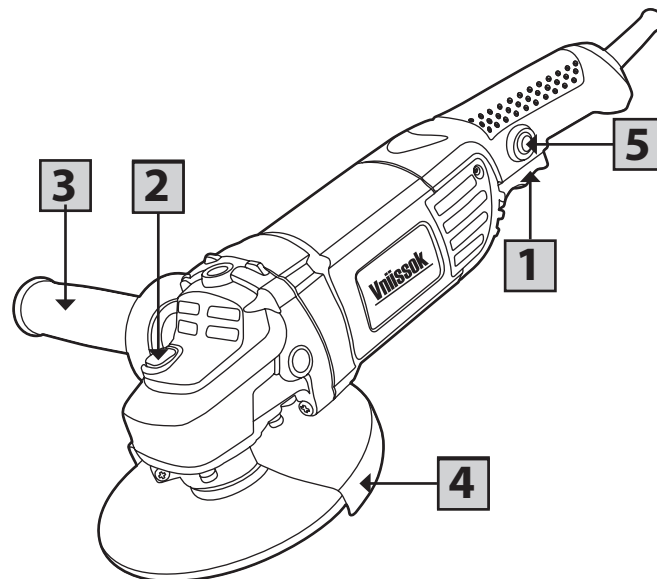
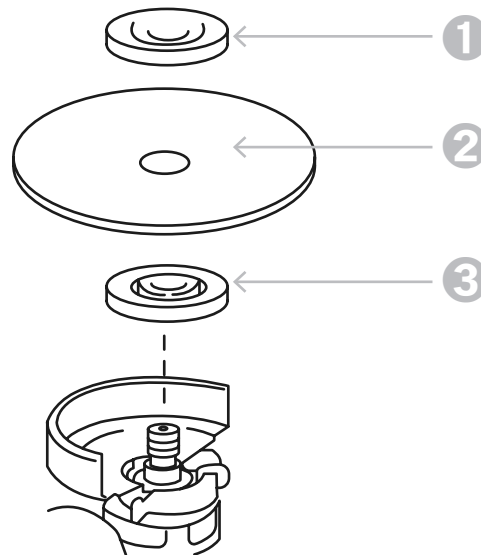

Рисунок 1.5
Рисунок 2.2.3
- ❶ Снимите наружный прижимной фланец «3» (рисунок 2.2.3).
- ❷ Установите на изделие соответствующую оснастку «1», в зависимости от вида работы (шлифование, отрезание), совместив отверстие в оснастке с выступом внутренней шайбы «2» (рисунок 2.2.3).
- ❸ **ВНИМАНИЕ!** При установке оснастки следуйте указаниям по направлению её вращения.
- ❹ Закрутите наружный фланец «3».
- ❺ Заблокируйте шпиндель, нажав кнопку «2» (рисунок 1.5), и крепко затяните наружный прижимной фланец ключом.
- ❻ Для снятия оснастки нажмите кнопку блокировки «2» (рисунок 1.5) и прилагаемым ключом открутите фланец.
ЗАПРЕЩЕНО! Не включайте блокировку «2» (рисунок 1.5) при вращающемся шпинделе. Это может привести к повреждению инструмента. Нажмите на кнопку блокировки для предотвращения вращения шпинделя при установке или снятии оснастки.